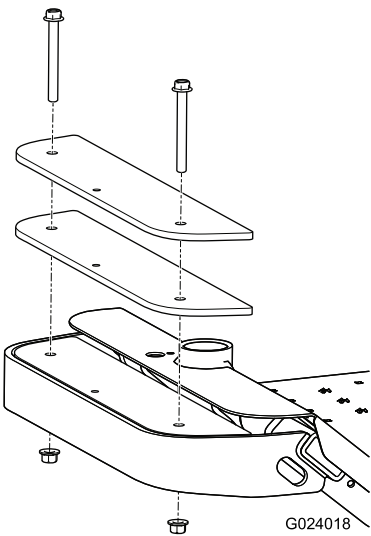

Figura 6
1. Retire os 2 parafusos e as 2 porcas que prendem os pesos existentes na frente da máquina (Figura 6).